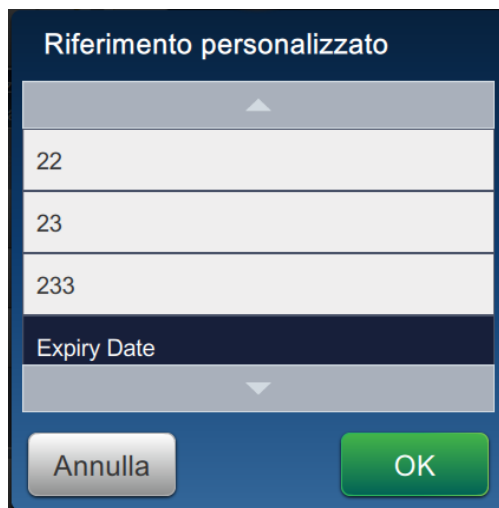

Figura 6-12: Elenco Riferimento personalizzato
8. Selezionare Data di scadenza dall'elenco Riferimento personalizzato, come da Figura 6-12.
14. Selezionare Data di scadenza dall'elenco Riferimento campo personalizzato, come da Figura 6-12.